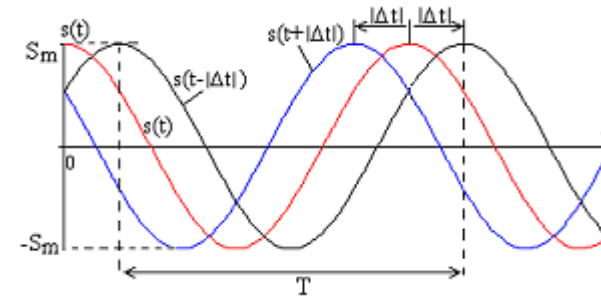

Рис. 7.1
где  $S_m$  - амплитуда сигнала (индекс  $m$  от слова «максимум»),  $\omega$  - круговая частота, а  $\psi$  - начальная фаза. Временная диаграмма гармонического сигнала  $s(t)$  показана на рис. 7.1.
**Период** сигнала  $T$  (рис. 7.1) определяет **циклическую частоту**  $f$  его повторения,
Начальная фаза связана со смещением гармонического сигнала во времени на величину  $\Delta t$  относительно функции  $s(t) = S_m \cos(\omega t)$ , как показано на рис. 7.1. Функция  $s(t + |\Delta t|)$  смещена влево относительно  $s(t)$ , а  $s(t - |\Delta t|)$  - вправо. Положительные значения  $\Delta t$  отсчитываются в сторону увеличения  $t$ , а отрицательные – наоборот. Из (7.1) можно записать